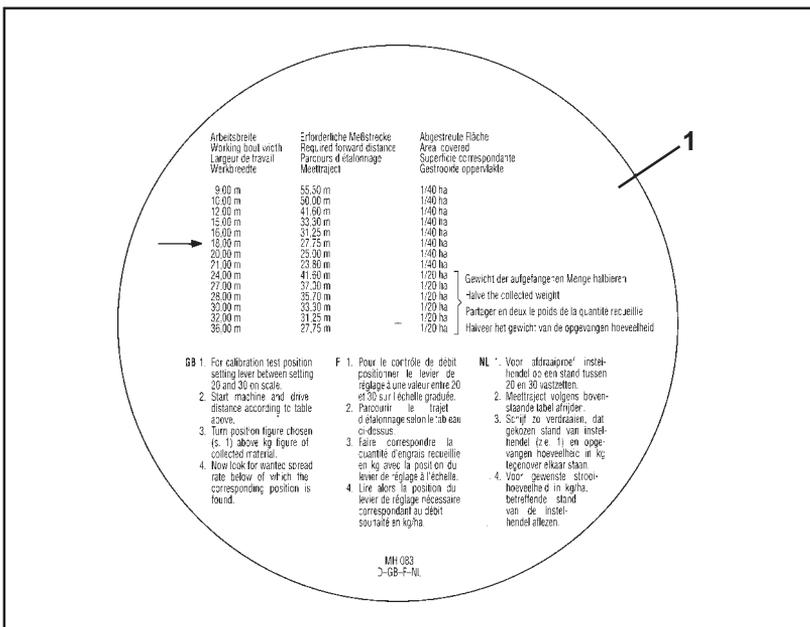

Рис. 7.10
- По таблице (Рис. 7.10/1) определите для нужной ширины захвата **18 м** необходимый контрольный участок **27,75 м** для обработанной площади **1/40 га**.